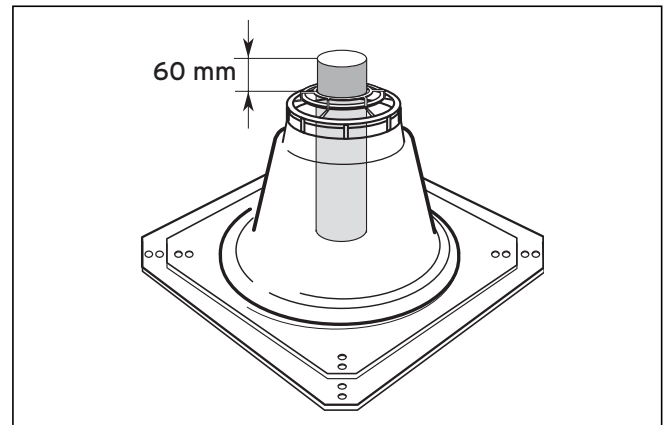

Fig. 5.9 Lunghezza del tubo di scarico superiore
**Eventualmente è possibile rimpicciolire il faldale della copertura della canna fumaria (3) segnandone il bordo.**
- Fissare il faldale della copertura della canna fumaria (3) con quattro viti sul bordo di sbocco del camino.
- Controllo: dal faldale della copertura della canna fumaria (3) devono sporgere 60 mm (vedere Fig. 5.9).
- Inserire il cappello della copertura della canna fumaria (1) sull'estremità terminale del condotto rigido di scarico fumi e bloccarlo saldamente esercitandovi pressione. (Il cappello non si innesta nel faldale.)